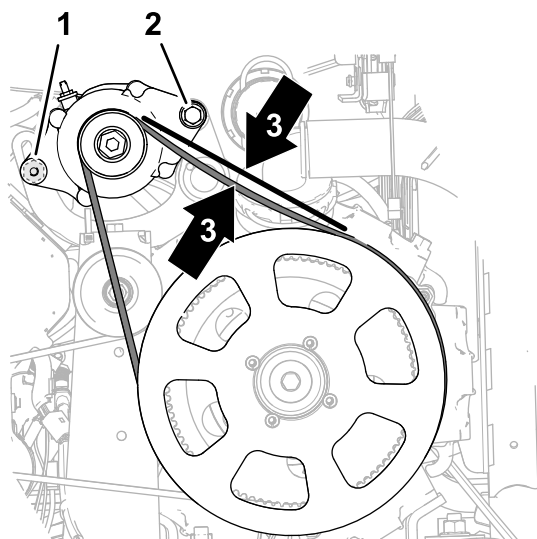

Bild 183
4. Drehen Sie die Lichtmaschine (Bild 183) nach oben, um die Riemenspannung zu erhöhen, bis Sie in der Mitte zwischen der Riemenscheibe der Lichtmaschine und der Antriebsscheibe eine Riemendurchbiegung von 9,5 mm messen, wenn Sie eine Kraft von 4,5 kg aufbringen.